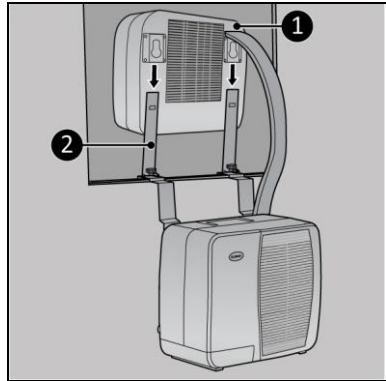

Abbildung 9
2. Schieben Sie das Innengerät über die Halterungen (Abbildung 9, Pos. 2).